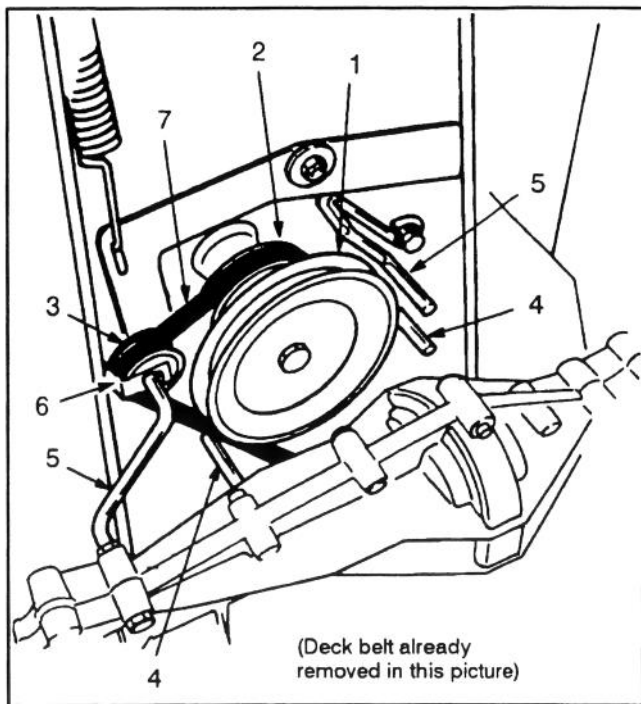

Figure 25
4. Déposer la courroie de transmission. Vérifier que la courroie n'est ni endommagée, ni usée (Fig. 25) et poser une nouvelle courroie le cas échéant.
6. Poser les guides de courroie près de la poulie de transmission (Fig. 25). Poser aussi la pièce de retenue sur la courroie de tension et serrer le contre-écrou.